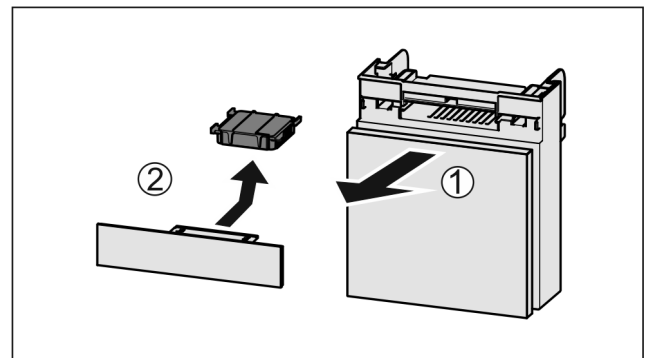

Fig. 118
- ▶ Retire el compartimiento hacia delante Fig. 118 (1).
- ▶ Retire el filtro de carbón activo Fig. 118 (2).